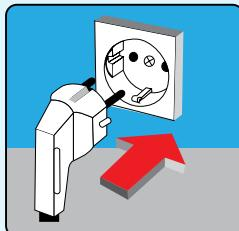

IMAGEN 10
- Si su producto fue sacudida durante el transporte y la colocación, espera su producto para ser enfriado (1) hora sin correr. De esta manera, si el aceite del compresor se infecta al sistema, volverá. Si se funciona sin prestar atención a esta situación, puede dañar el compresor.
- Enchufe el producto a una salida establecida de acuerdo con las normas, tiene sólo 220-240V/50 Hz de corriente alterna. (Imagen 10)